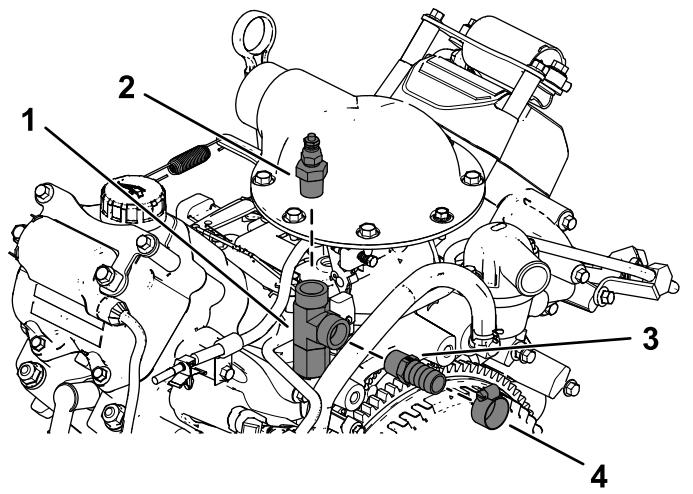

Figure 9
3. Installez le thermocontact ainsi que le flexible ($\frac{3}{8}$ ") et le raccord adaptateur ($\frac{5}{8}$ ") à l'aide des colliers, comme montré à la Figure 9.